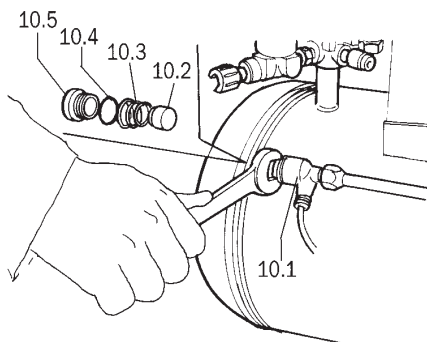

fig. 10
**Afwijkende werking van de uitlaatslagklep van de pressostaat (*fig. 10*).**
**A -** De terugslagklep *10.1* werkt niet perfect (*fig. 10*).